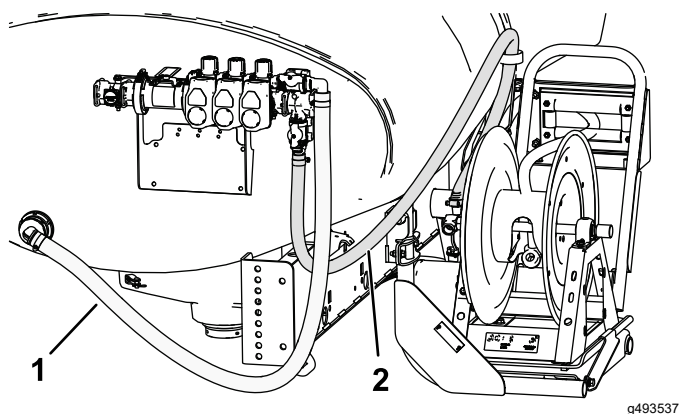

Bild 33
18. Verlegen Sie den Versorgungsschlauch der Schlauchtrommel, wie in Bild 33 gezeigt, und befestigen Sie ihn mit einer Schlauchklemme an der Schlauchtrommel.